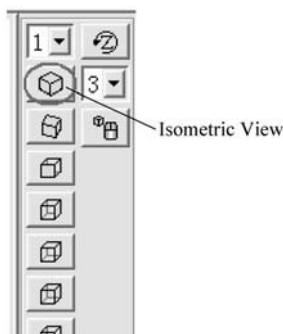
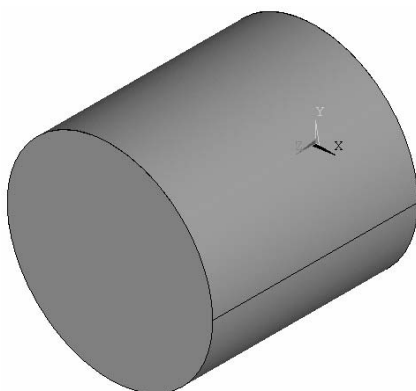

图 3-39 视图工具条
图 3-40 改变视图的观察方位
(11) 单击操作界面右侧视图工具条中的“Isometric View”按钮(见图 3-39), 改变视图的观察方位(见图 3-40)。